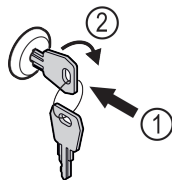

Fig. 169
- ▶ Sätt in nyckeln Fig. 169 (1).
- ▶ Vrid nyckeln 90° medurs Fig. 169 (2).